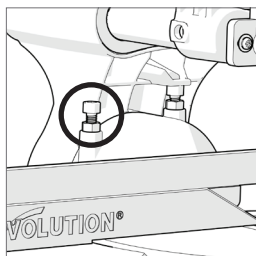

Fig. 16
- Se necessario, ruotare la vite verso l'interno o verso l'esterno mediante una chiave esagonale. (**Fig. 16**)